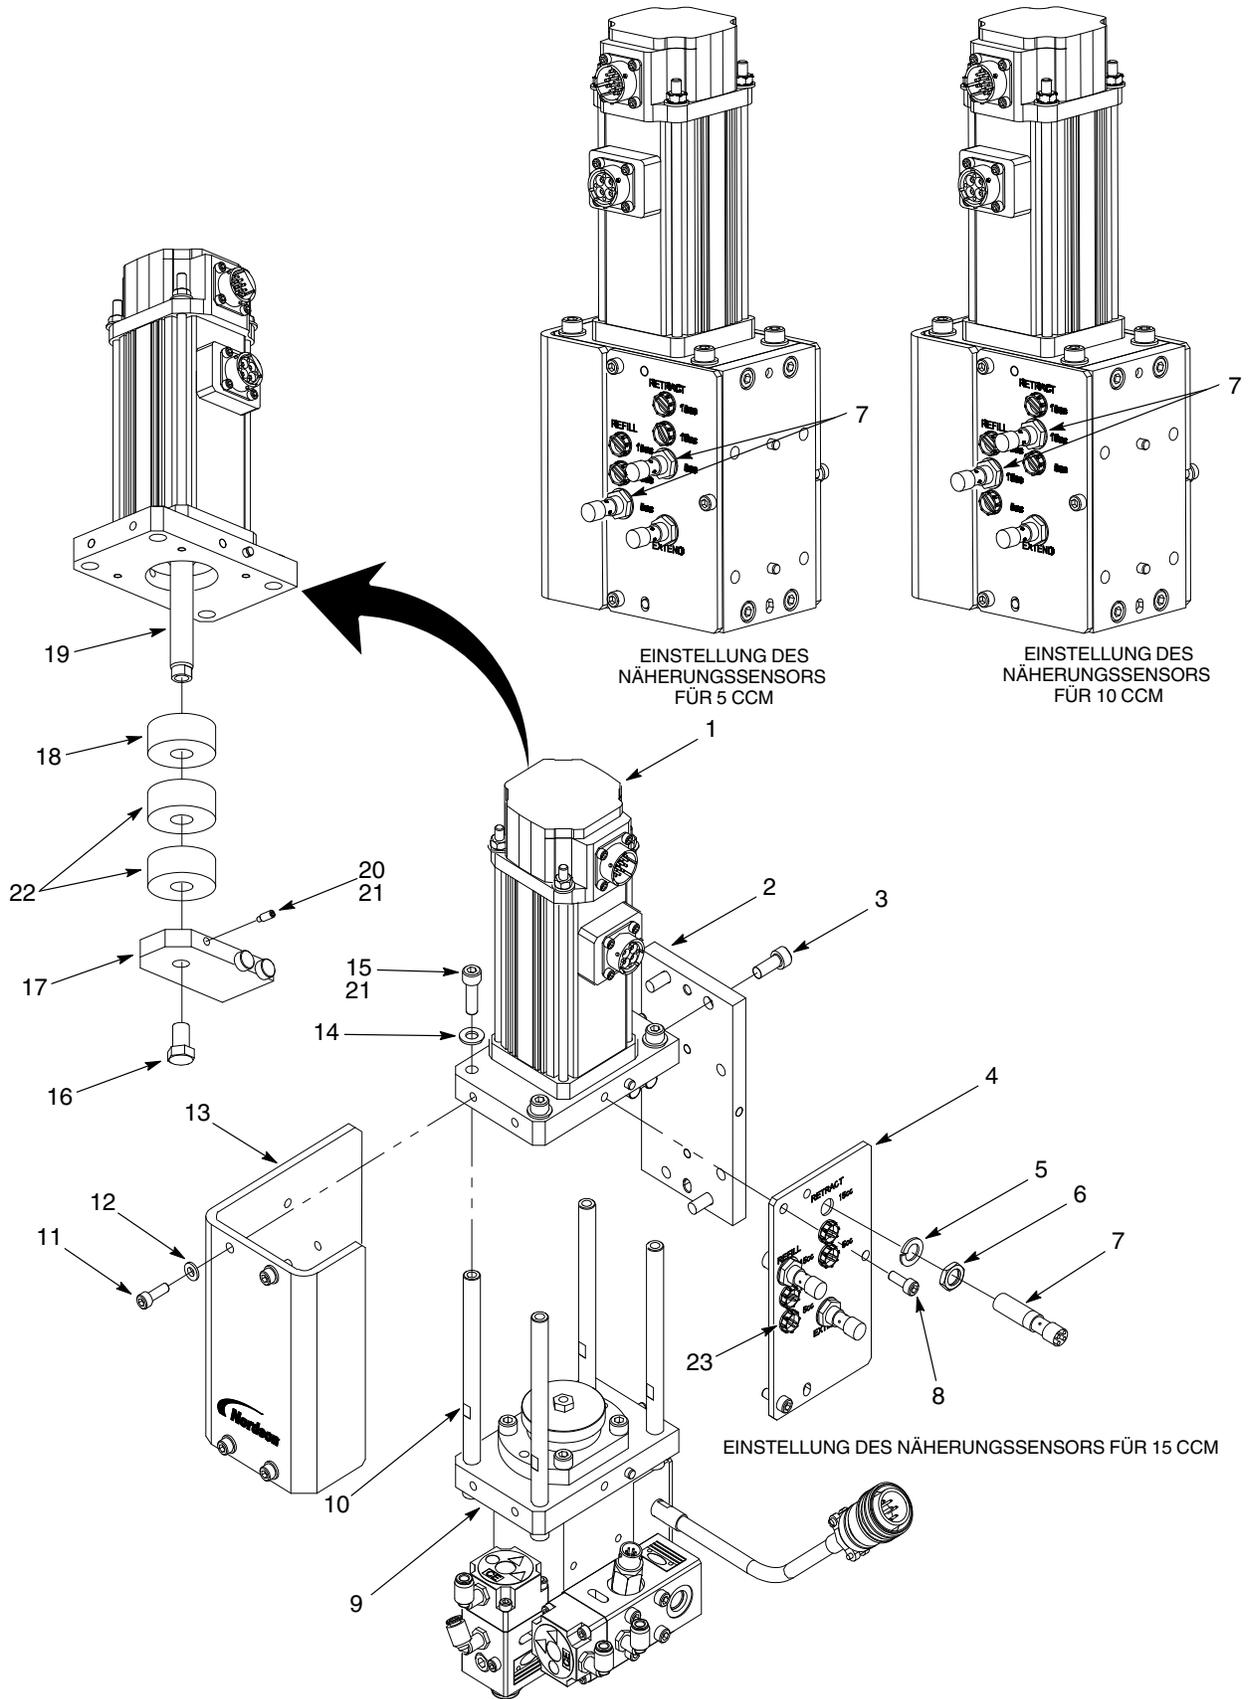
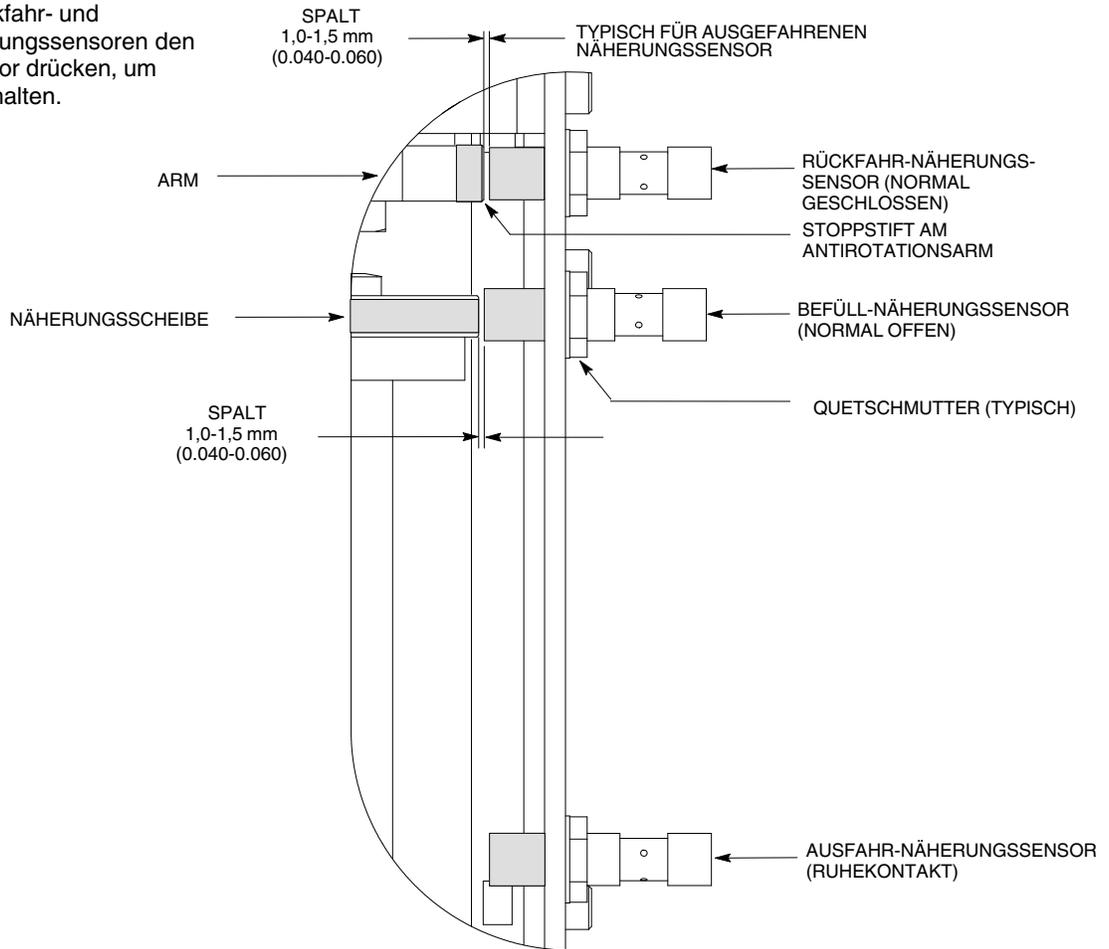

Abb. 10 Reparaturen an Linearaktor und Näherungssensoren
Abb. 11 Näherungssensoren einstellen
Siehe Abb. 10 und folgende Hinweise zum Ersetzen des Linearaktors.
1. Siehe Abb. 10. Sicherstellen, dass der Linearaktor (1) in ausgefahrener Position ist und die Stange (19) freigibt.
2. Die Schrauben (11) und Unterlegscheiben (12) abnehmen, mit denen die Abdeckung (13) am Linearaktor (1) und Gehäuseflansch (9) befestigt ist.
3. Die Schraube (16) vom Antirotationsarm (17) abnehmen. Die Halteschrauben (20) lösen und den Antirotationsarm von der Stange (19) abnehmen.
4. Sicherstellen, dass ein O-Ring in jedem Aluminiumdistanzstück (22) installiert ist. Die Aluminiumdistanzstücke auf der Stange (19) installieren:
- a. Den Antirotationsarm (17) mit der Schraube (16) an der Stange (19) installieren. Die Schraube fingerfest anziehen.
- b. Loctite 242 (21) auf die Gewinde der Halteschrauben (20) auftragen. Die Halteschrauben im Antirotationsarm (17) installieren. Die Halteschrauben fingerfest anziehen.
- c. Schraube (16) mit einem Drehmoment von 13,5 N•m (10 ft-lb) festziehen. Die Halteschrauben (20) mit einem Drehmoment von 4 N•m (35 in.-lb) festziehen.
6. Jeden Näherungssensor (7) rücksetzen:
1. Siehe Abb. 10. Das Kabel vom Näherungssensor (7) abnehmen.
2. Die Schrauben (11) und Sicherungsscheiben (12) abnehmen, mit denen die Abdeckung (13) am Linearaktor (1) und Gehäuseflansch (9) befestigt ist.
3. Quetschmutter (6) lösen. Näherungssensor (7), Quetschmutter (6) und Sicherungsscheibe (5) von der Näherungsplatte (4) abnehmen.
4. Quetschmutter (6) und Sicherungsscheibe (5) am neuen Näherungssensor (7) installieren.
1. Siehe Abb. 11. Den Linearaktor ausfahren oder zurückziehen, bis der Stoppstift des Antirotationsarms direkt hinter dem Sensor ist.
5. Siehe Abb. 10. Die Abdeckung (13) mit den Unterlegscheiben (12) und Schrauben (11) an Linearaktor (1) und Gehäuseflansch (9) installieren. Die Schrauben fest anziehen.
1. Siehe Abb. 11. Die Tauchkolbenbaugruppe ausfahren, bis die Näherungsscheibe direkt hinter dem Näherungssensor ist.
3. Das Kabel am Näherungssensor (7) anschließen.
4. Siehe Abb. 10. Die Abdeckung (13) mit den Unterlegscheiben (12) und Schrauben (11) an Linearaktor (1) und Gehäuseflansch (9) installieren. Die Schrauben fest anziehen.